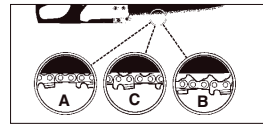

Fig. 5
⚠ MISE EN GARDE : si la chaîne est **TROP LÂCHE** ou **TROP SERRÉE**, le pignon, le guide-chaîne, la chaîne et les paliers de vilebrequin s'usent plus rapidement. Reportez-vous à la Fig. 5 pour plus d'informations sur la tension correcte à froid (A) et la tension correcte à chaud (B), ainsi que comme guide pour savoir quand la chaîne doit être réglée (C).